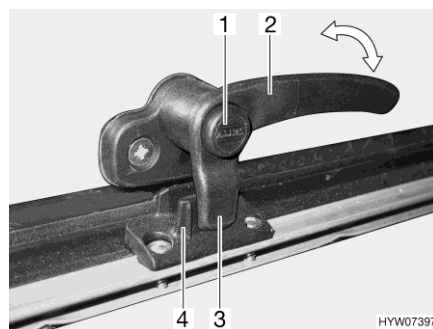
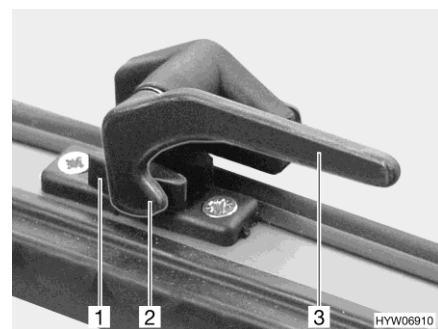

Fig. 121 Palanca de bloqueo con botón de seguridad en la posición "cerrada"
Fig. 122 Palanca de bloqueo en la posición "cerrada"
- Si existe, pulsar el botón de seguridad (Fig. 121,1) y mantenerlo pulsado.
- Girar todas las palanca de bloqueo (Fig. 121,2 ó Fig. 122,3) un cuarto de vuelta hacia el centro de la claraboya.
- Girar todas las palancas de bloqueo (Fig. 121,2 ó Fig. 122,3) un cuarto de vuelta hacia el marco. El saliente de bloqueo (Fig. 121,3 ó Fig. 122,2) se encuentra en la cara interior del bloqueo de la claraboya (Fig. 121,4 ó Fig. 122,1).
- En la posición "cerrada fijamente" (Fig. 121 y Fig. 122)